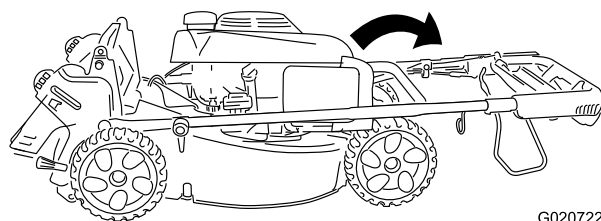

Figura 19
2. Gire el manillar entero hacia adelante (Figura 19).